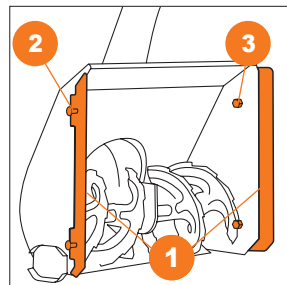

Рис. 16
- Закрепите расширители ковша **1** с двух сторон с помощью болтов **2** и гаек **3** (Рис. 16).